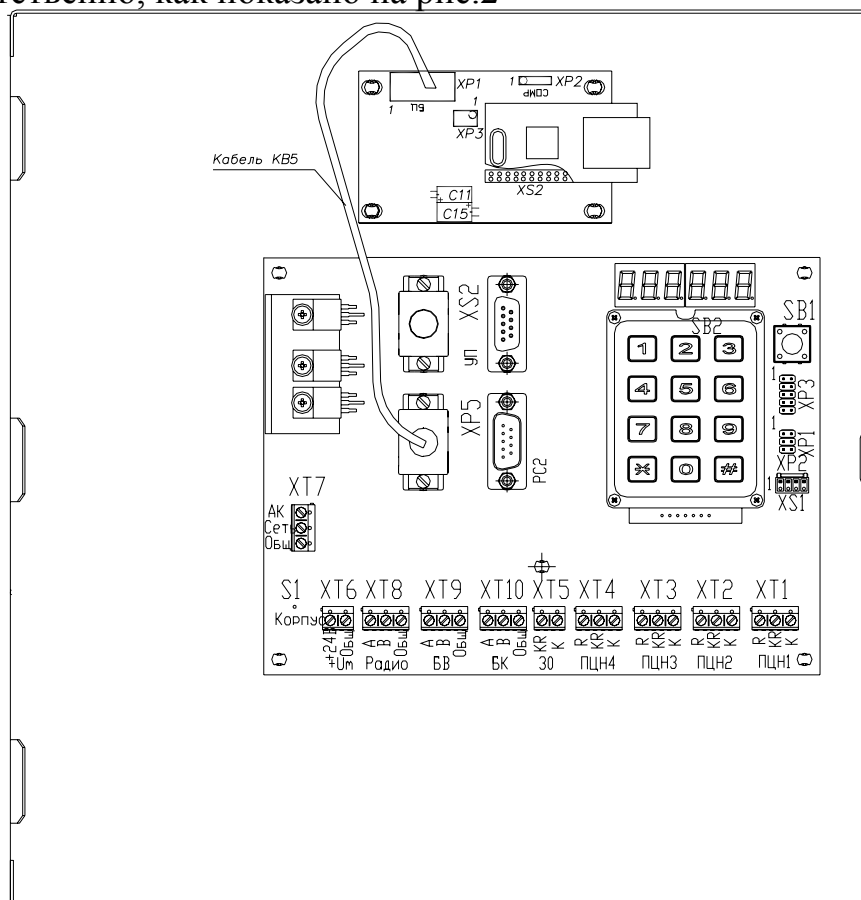

Рис.2 Порядок установки контроллера.
- зафиксировать контроллер на корпусе БЦ с помощью четырех держателей, как показано на рис.2;
- подключить кабель КВ5 к разъемам ХР1 и ХР5 контроллера и БЦ соответственно, как показано на рис.2